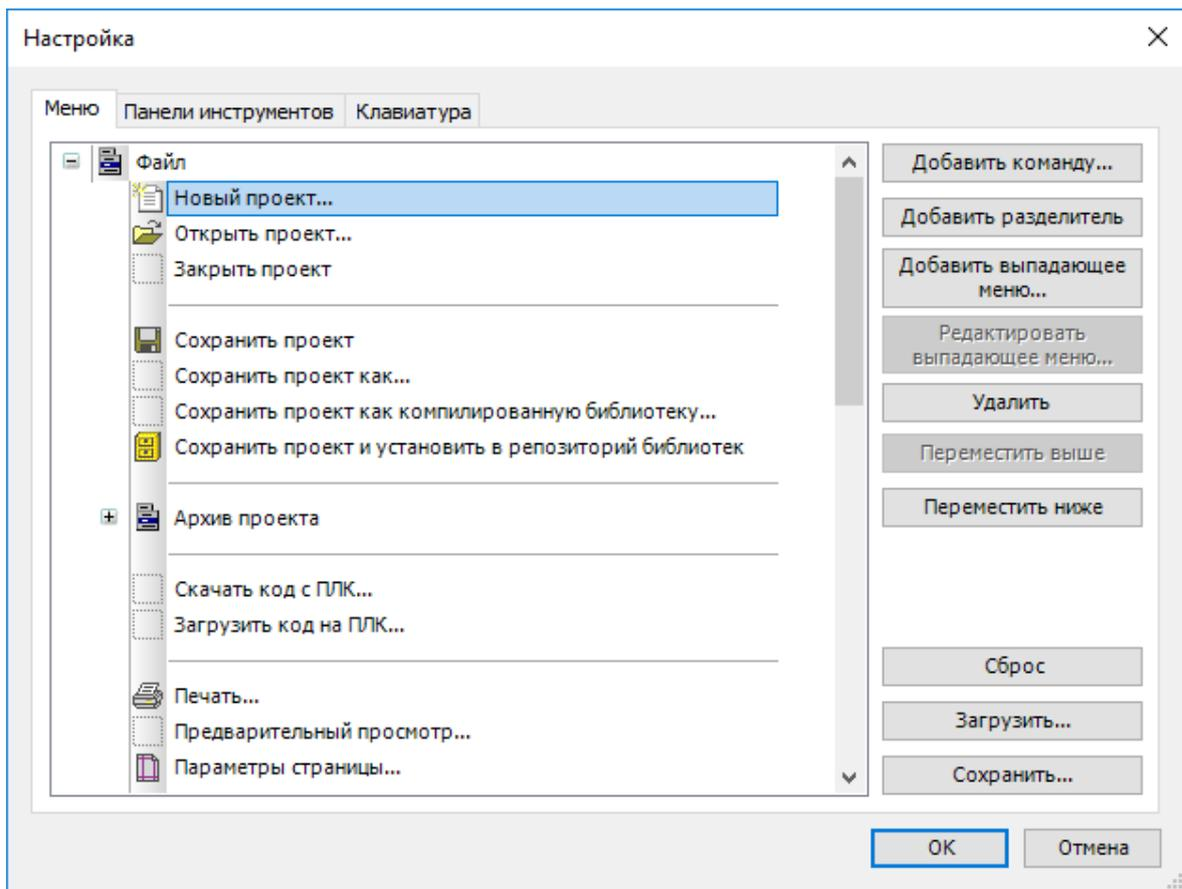

Рисунок 9. Окно настройки основного меню и панели инструментов
- рядом с пунктом **Файл** нажмите кнопку **+**, в открывшемся списке поставьте курсор на пункт **Новый проект...** Станет активной кнопка **Добавить команду...** (Рисунок 9);